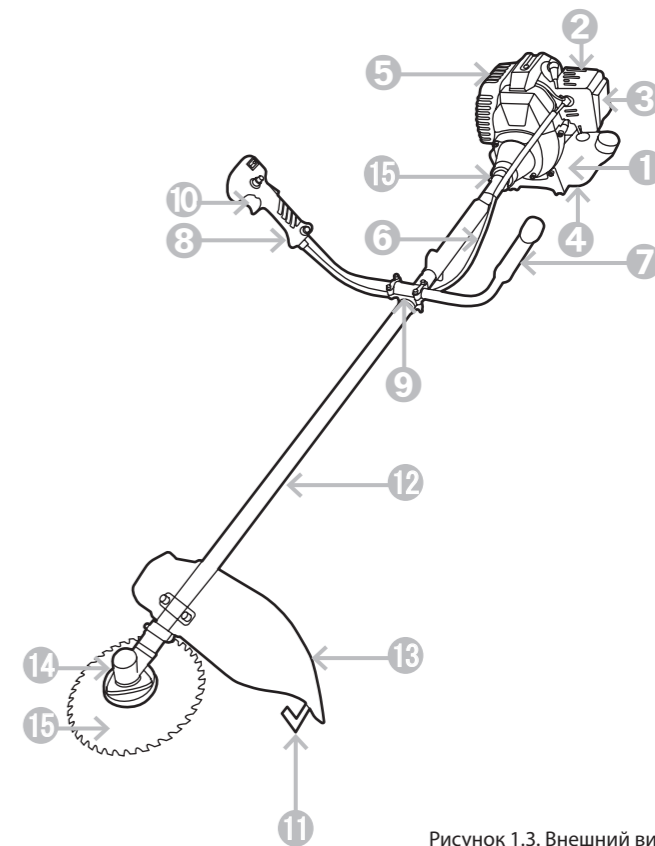

Рисунок 1.3. Внешний вид
U-образная рукоятка (см. рис. 1.3.) состоит из двух частей: левой (7) и правой (8) ручек управления, которые прикреплены к штанге (12) с помощью соединительного кронштейна (9). Левая ручка служит для удержания триммера бензинового левой рукой, а правая ручка — для удержания правой рукой и управлением работой триммера бензинового.
Установка защитный кожух (13) (см рис. 1.3.) на штангу (12) выше корпуса редуктора и закрепите его с помощью скобы и винтов.
- 1 Установите внутренний фланец (8) (см. рис 4.3.) на выходной вал (6), и поверните так, чтобы ключом (7) через отверстие в корпусе редуктора (9) застопорить его.
- 2 Установите нож (5) на посадочное место во внутреннем фланце (8).
- 3 Установите на выходной вал (6) прижимной фланец (4) и наружный фланец (10).
- 4 Закрутите гайку (1) с помощью ключа (11). Резьбовое соединение имеет левую резьбу, поэтому закручивание произведите в направлении против часовой стрелки.